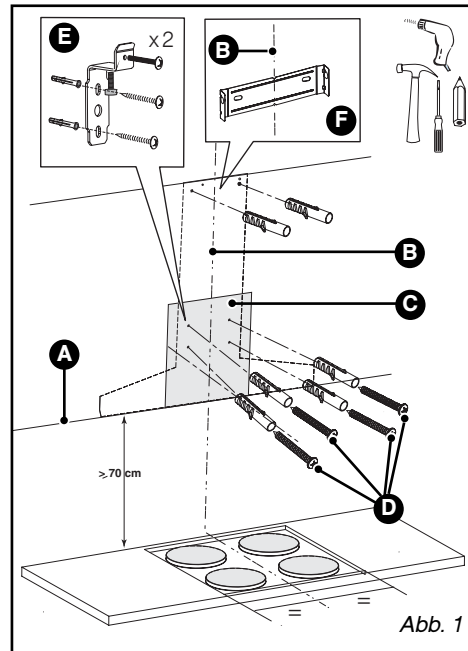

Abb. 1
– Die Kaminhalterung F (Abb. 1) auf Stoss mit der Decke plazieren und die Kerben auf die Achse B positionieren.